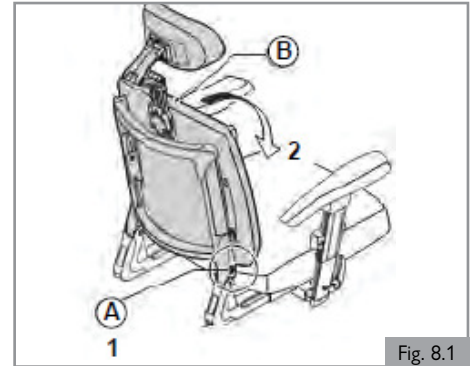

Fig. 8.1
8.1 Respaldo abatible con sistema de liberación rápida (Fig. 8.1)